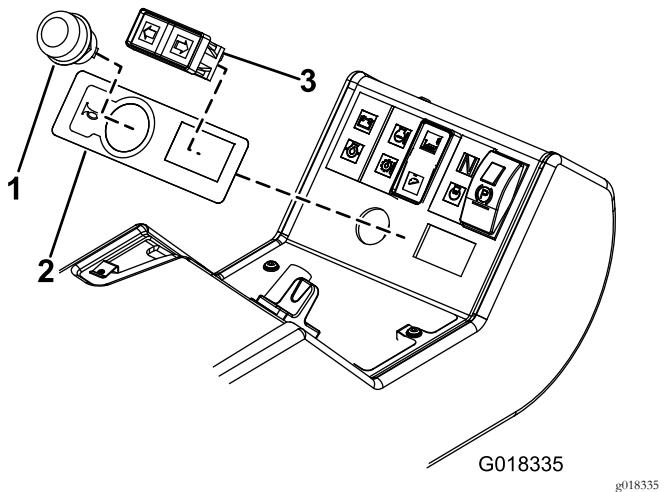
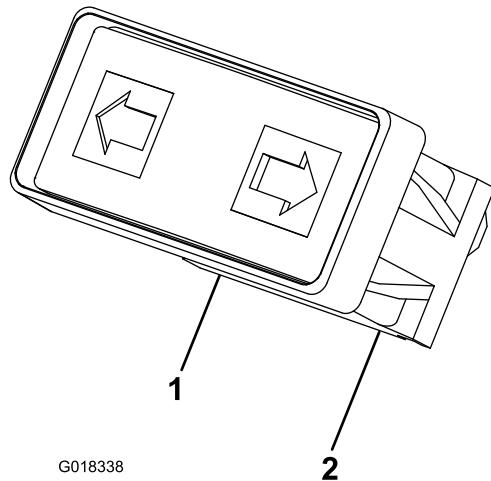

Figura 20
Figura 21
- Applicate l'adesivo dell'avvisatore acustico; allineatelo con i bordi dei fori rotondo e rettangolare (Figura 20).
- Montate il pulsante dell'avvisatore acustico e l'interruttore degli indicatori di direzione sul quadro di comando (Figura 20). Montate l'interruttore degli indicatori di direzione con i fili verdi/rossi a sinistra e con i fili verdi/bianchi a destra, come illustrato nella Figura 21.